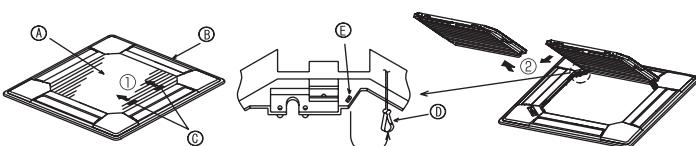
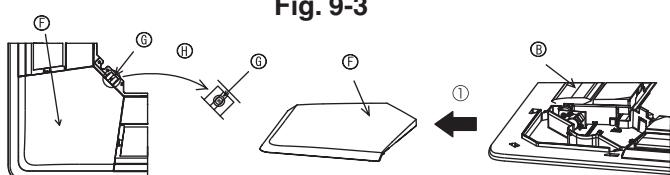

Fig. 9-3
Fig. 9-4
9.2.1. Extracción de la rejilla de admisión (Fig. 9-3)
- Deslice las palancas en la dirección indicada mediante la flecha ① para abrir la rejilla de admisión.
- Con la rejilla de admisión en posición "abierta", extraiga la bisagra de la rejilla de admisión de la rejilla tal y como se indica mediante la flecha ②.
9.2.2. Extracción del panel angular (Fig. 9-4)
- Extraiga el tornillo de la esquina del panel angular. Deslice los paneles angulares indicados por la flecha ① para extraer este panel.
[Fig.9-3] [Fig.9-4]